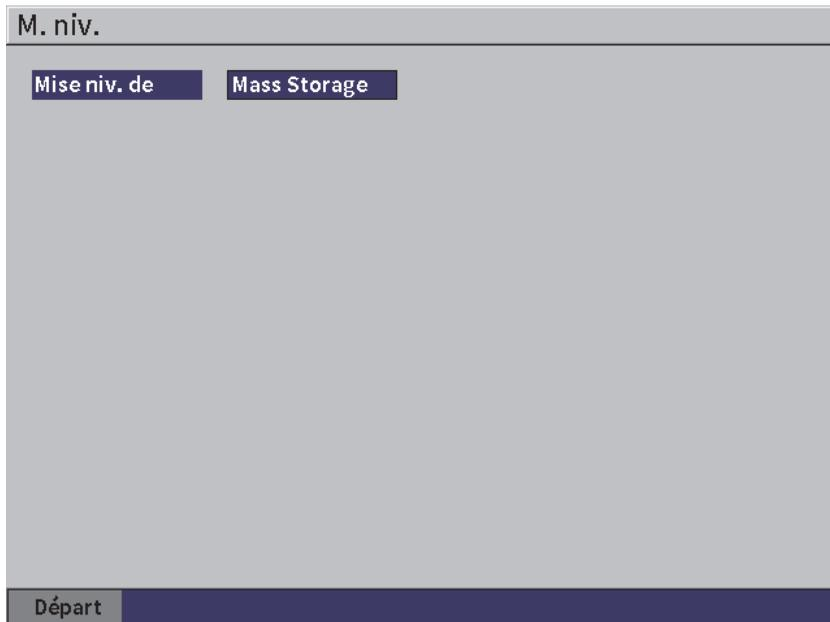

Figure 5-14 Page de réglage des mises à niveau
1. Sélectionnez l'icône  pour ouvrir la page des **Mises à niveaux** (voir Figure 5-14 à la page 77).